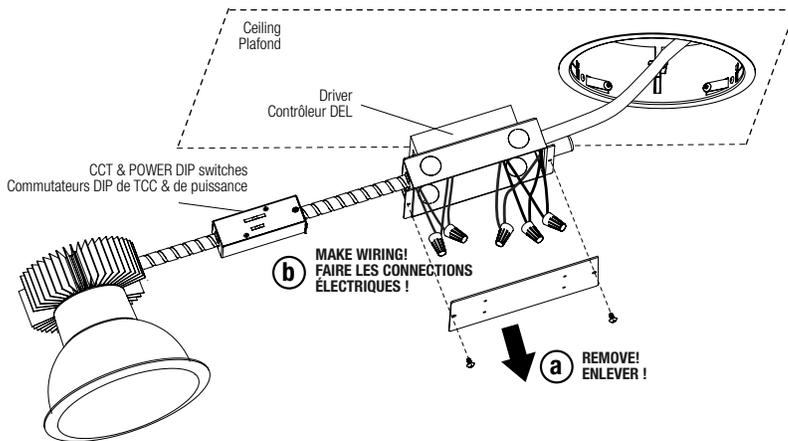

Figure 6
5. Provide electrical service with flexible cable only. Pass cable through opening and wire fixture in accordance with NEC or your local electrical code (Fig. 6). Follow steps 1 to 7 of installation "Electrical Connections".
4. Remove the junction box cover by unscrewing the two (2) screws (Fig. 6). Attach Conduit with connector to J-box and secure.
6. Place wiring and connections back in wiring box and put back the J-box cover by screwing the two (2) screws.
5. Fournir l'électricité avec des câbles flexibles seulement. Passez les câbles à travers le trou et câblez l'appareil en coordination avec le CNE ou votre code électrique local (Fig. 6). Suivre les étapes d'installation de 1 à 7 dans la section « Raccords électriques ».